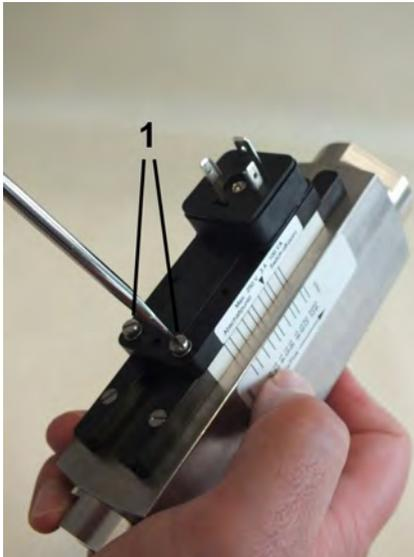

Abb. 67: Feststellschraube lösen
3. Feststellschrauben (Abb. 67/1) des Schaltkontaktes mit einem Schlitzschraubendreher so weit lösen, dass er sich frei verschieben lässt
11. ➤ Feststellschrauben (Abb. 67/1) wieder festdrehen, dabei Anziehdrehmoment einhalten (☞ Kapitel 11.1 „Anziehdrehmomente“ auf Seite 94)